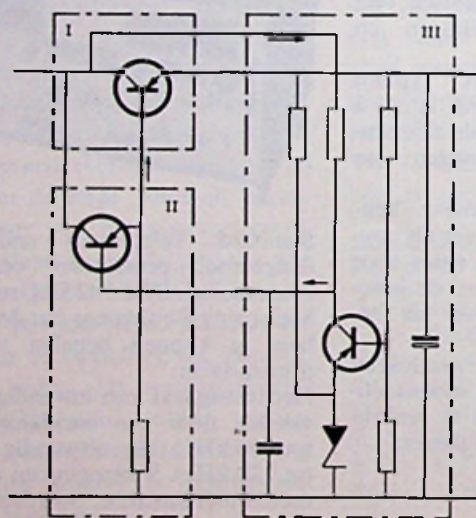
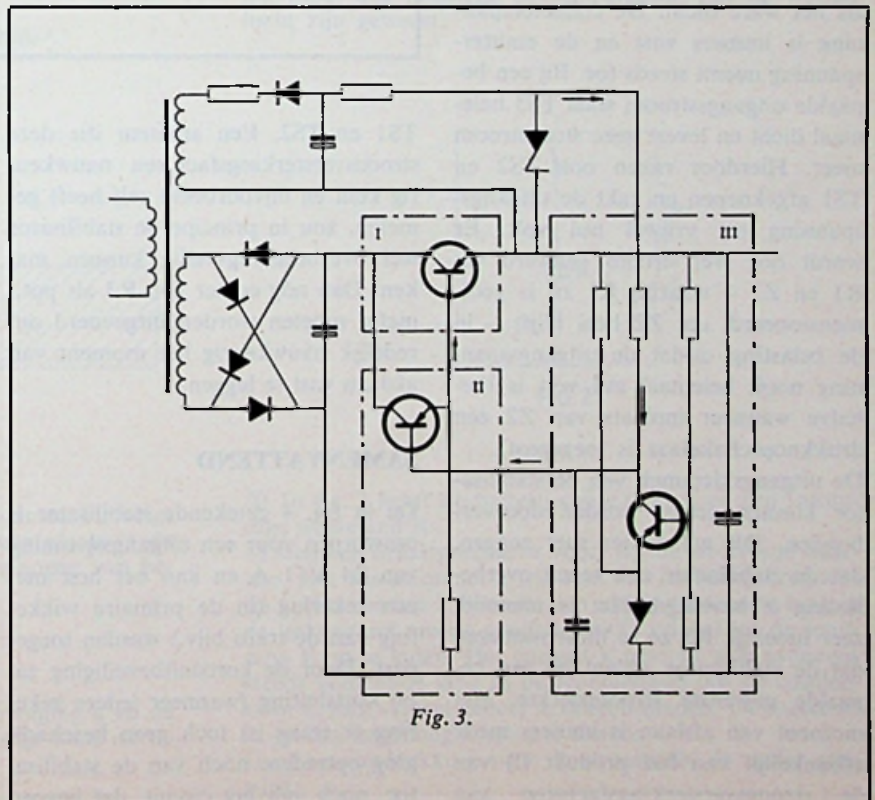
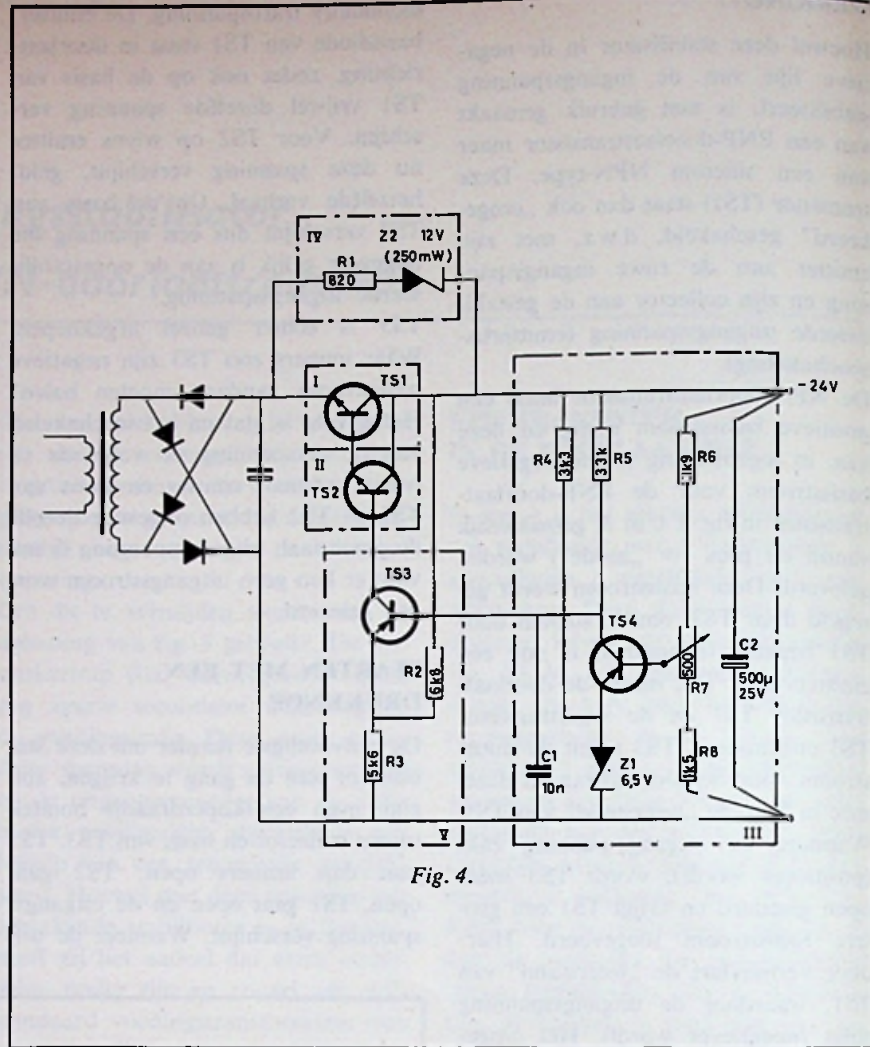

Fig. 1.
Fig. 3.
Fig. 4.
Een conventionele seriestabilisator ziet er uit zoals getekend in fig. 1. Deze is duidelijk in drie trappen onder te verdelen: de doorlaattrap (I), de emittervolgertrap (II) en de versterkertrap (III). Een groot nadeel van deze schakeling is de instabiliteit van de voedingsspanning voor de versterkertrap (III). Deze voedingsspanning wordt immers afgenomen van de ruwe ongestabiliseerde ingangsspanning. Helaas is dit de enige spanning, die hiervoor in aanmerking komt, omdat de versterkervoedingsspanning negatiever moet zijn dan de uitgangsspanning.
Om dit te vermijden wordt vaak de oplossing van fig. 3 gebruikt. De versterkertrap (III) wordt gevoed vanuit een aparte secundaire wikkeling op de voedingstrafo. Deze extra secundaire spanning wordt gesuperponeerd op de uitgangsspanning van de stabilisator, gelijkgericht, afgevlakt en met behulp van een zenerdiode gestabiliseerd. Hoewel met deze oplossing een uitstekende stabilisator is te bouwen, heeft zij het nadeel dat extra onderdelen nodig zijn en vooral een niet-standaard voedingstransformator met een extra secundaire wikkeling.
In fig. 4 is het schema getekend van een stabilisator met 4 transistoren, 2 zenerdioden, 8 weerstanden en 2 condensatoren. Deze stabilisator is kortsluitvast, levert een uitgangsspanning van 24 V, een maximale uitgangsstroom van 1 A, heeft bij vollast een rimpelspanning op de uitgang van maximaal 1 mV/ i_L en een inwendige weerstand van circa 10 m Ω . Als voedingstrafo kan een eenvoudige transformator worden gebruikt met één secundaire wikkeling van 24 V/1 A. Zelfs voor de stabilisator van fig. 3 zijn dit prestaties die met hetzelfde aantal halfgeleiders niet te bereiken zijn. Bovendien is geen van de circuits in fig. 1 t/m 3 kortsluitvast.
De NPN-doorlaattransistor heeft een positieve basisstroom nodig en deze kan, in tegenstelling tot de negatieve basisstroom voor de PNP-doorlaattransistor in fig. 1 t/m 3, gemakkelijk vanuit de plus (= „aarde”) worden geleverd. Deze basisstroom wordt geregeld door TS3; om de stroom door TS3 beperkt te houden, is nog een emittervolger TS2 tussen de doorlaattransistor TS1 en de stuurtransistor TS3 opgenomen. TS3 regelt de stroom voor de doorlaattrap en daarmee in feite de „weerstand” van TS1. Wanneer de uitgangsspanning zakt (positiever wordt), wordt TS3 méér open gestuurd en krijgt TS1 een grotere basisstroom toegevoerd. Hierdoor vermindert de „weerstand” van TS1, waardoor de uitgangsspanning stijgt (negatiever wordt). Het omgekeerde gebeurt wanneer de uitgangsspanning zou stijgen; TS3 stuurt de doorlaattrap dan zodanig dat de uitgangsspanning weer zakt.
De stabilisator van fig. 4 heeft ten opzichte van de conventionele seriëstabilisator (fig. 1 t/m 3) twee nieuwe trappen: de stuurtrap (V) en de startschakelaar (IV). De aanwezigheid van de stuurtrap werd reeds verklaard, de toepassing van een startschakelaar in een gelijkspanningsstabilisator doet raadselachtig aan. Toch is deze startschakelaar noodzakelijk; de stabilisator zou zonder deze schakeling niet werken. Zonder startschakelaar gebeurt namelijk het volgende:
De in fig. 4 getekende stabilisator is ontworpen voor een uitgangsspanning van 24 V/1 A en kan het best met een zekering (in de primaire wikkeling van de trafo bijv.) worden toegepast. Door de kortsluitbeveiliging zal bij kortsluiting (wanneer iedere zekering te traag is) toch geen beschadiging optreden, noch van de stabilisator, noch van het circuit, dat gevoed